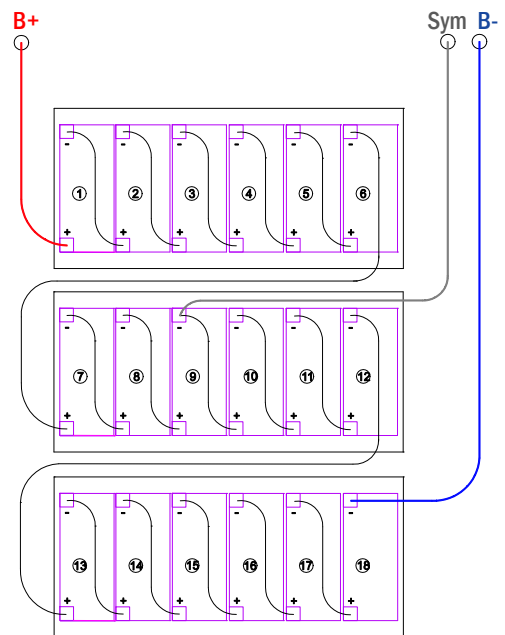

Abbildung 2: Verschaltung der Batterien Draufsicht
**1. Batterien einsetzen und verkabeln.** Vergewissern Sie sich, dass die Batteriesicherungen F2/F3/F4 entnommen sind. Setzen Sie die Batterien ein (18 Stück zu je 12V), schließen Sie sie wie in Abb. 2 gezeigt in Reihe und schließen Sie die von der Batterieklemme (13) kommenden Kabel an (korrekte Polung beachten: rot = B+/Pluspol, blau = B-/Minuspol, grau = Symmetrie). Bei falscher Polung ertönt ein Piepton als Warnsignal. Das Symmetriespannungskabel (grau) ist an eines der Enden des Verbindungskabels zwischen Batterie Nr. 9 und Batterie Nr. 10 anzuschließen.
**2. Spannungslose Netzzuleitung an Netzklemme anschließen.** Vergewissern Sie sich, dass die Netzzuleitung spannungslos ist, und schließen Sie sie an die Netzklemme (12) an. **Achtung:** Die Netzzuleitung wird erst in Schritt 7 unter Spannung gesetzt.
**3. Netzschalter aus und Betriebsartenwahlschalter auf Ladebetrieb.** Schalten Sie den Netzschalter (9) aus (Position „0“) und den Betriebsartenwahlschalter (16) auf Ladebetrieb (ebenfalls Position „0“).
**4. Anschluss der Stromkreise.** Schließen Sie die fertig installierten und geprüften Beleuchtungs-Stromkreise an die Stromkreis-Anschlussklemmen (7) an. **Wichtig:** Die anzuschließenden Stromkreise müssen vorher auf Installationsfehler überprüft sein (Kurzschluss- und Erdschlussfreiheit).
**5. Batteriesicherungen F2/F3/F4 einsetzen.** Setzen Sie mit Hilfe eines passenden Schraubendrehers die Batteriesicherungen (11) ein.
**6. Netzsicherung F1 einsetzen.** Setzen Sie mit Hilfe eines passenden Schraubendrehers die Netzsicherung (11) ein.